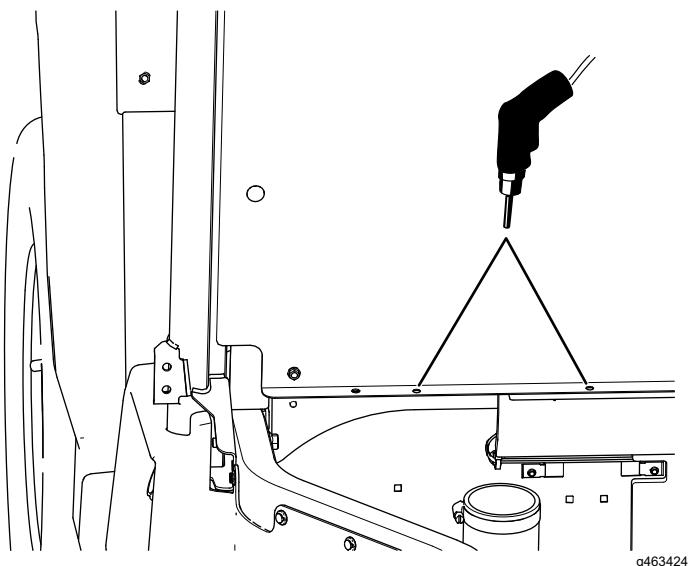

Bild 26
- D. Verschieben Sie die CVT-Ansaughaube und bohren Sie die beiden Löcher (9 mm/11/32") in die Sitzplatte (Bild 26).